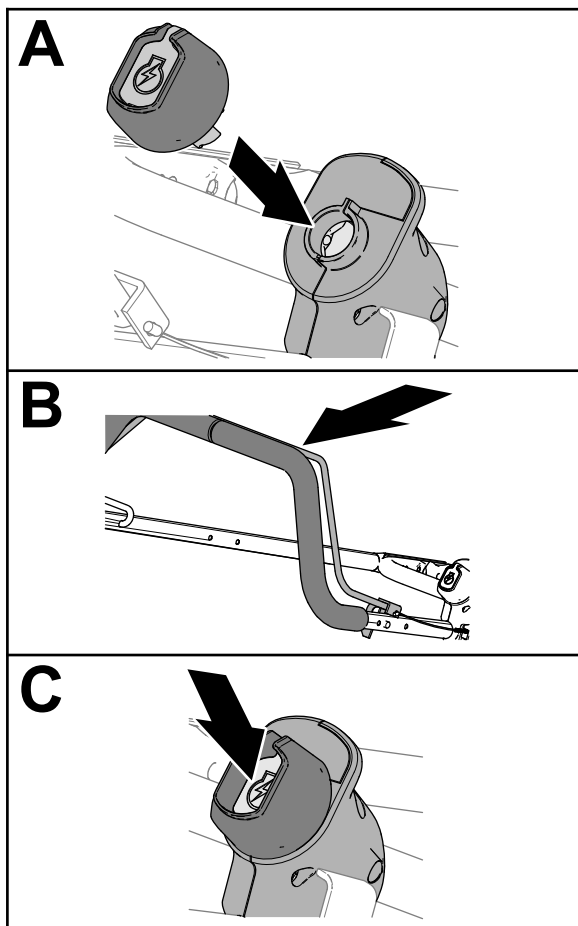

Figura 16
1. Inserite la chiave di avviamento elettrico nell'interruttore di avviamento elettrico (Figura 16).
2. Afferrate la stegola e la stegola di presenza dell'operatore e chiudete la prima contro la seconda (Figura 16).